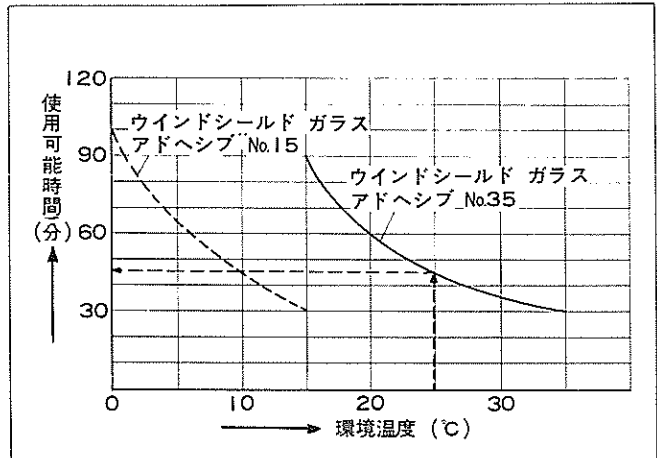

図15-1-23 使用可能時間
(1) アドヘシブの使用可能時間は環境温度（作業する場所の温度）によつて大きく変化する。環境温度によつてウインドシールド ガラス アドヘシブ セット（2種類）を正しく使い分ける必要がある。作業時間（主剤と硬化剤を混合してからボデーへガラスを装着するまでの時間）は最低30分程度を必要とするが、図15-1-23を参考にし、アドヘシブの使用可能時間内で作業を終えること。